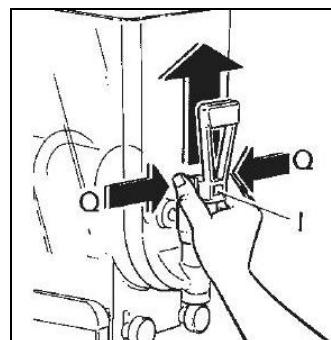

Fig. 3
- Appuyer simultanément sur les deux languettes de verrouillage Q et soulever le robinet I pour l'extraire de son logement (voir fig.3).